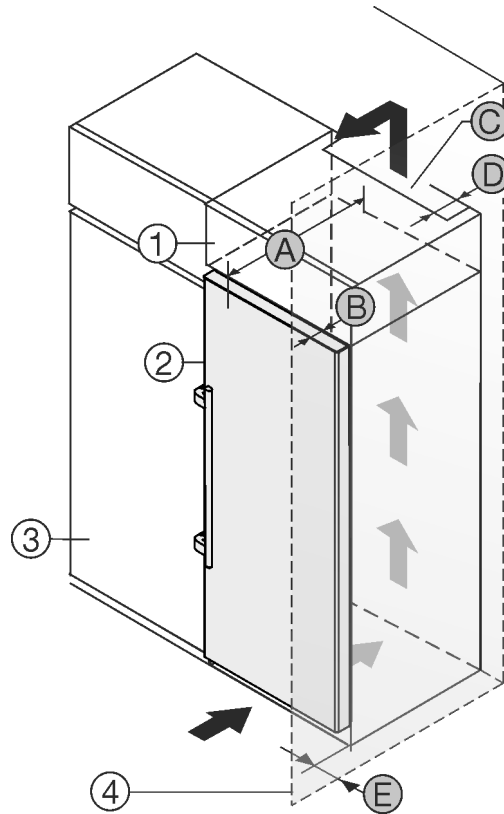

Fig. 1
Aparat lahko postavite neposredno ob kuhinjsko omaro Fig. 1 (3).
Na zadnji strani nadgradne omare mora biti zaradi prezračevanja in odzračevanja po vsej širini nadgradne omare prezračevalni jašek globine Fig. 1 (D).
Pod stropom je treba upoštevati presek prezračevanja Fig. 1 (C).
Če aparat postavite s tečaji ob steni Fig. 1 (4), mora razdalja med aparatom in steno znašati vsaj 57 mm. To ustreza velikosti ročaja pri odprtih vratih.
Da lahko vrata povsem odprete, mora aparat štrleti ven vsaj za globino vrat Fig. 1 (B) glede na sprednji del kuhinjske omarice. Odvisno od globine kuhinjskih omaric Fig. 1 (3) in uporabe stenskih distančnikov lahko aparat štrli bolj ven.